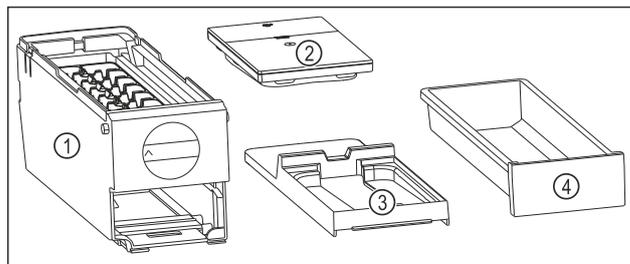

Fig. 80 Съставни части на EasyTwist-Ice
- ▶ EasyTwist-Ice е разглобен на четири части. (виж Fig. 80)
- ▶ Разглобявайте EasyTwist-Ice само на изобразените съставни части. (виж Fig. 80)
- ▶ Почистете корпуса на EasyTwist-Ice Fig. 80 (1) като едно цяло.